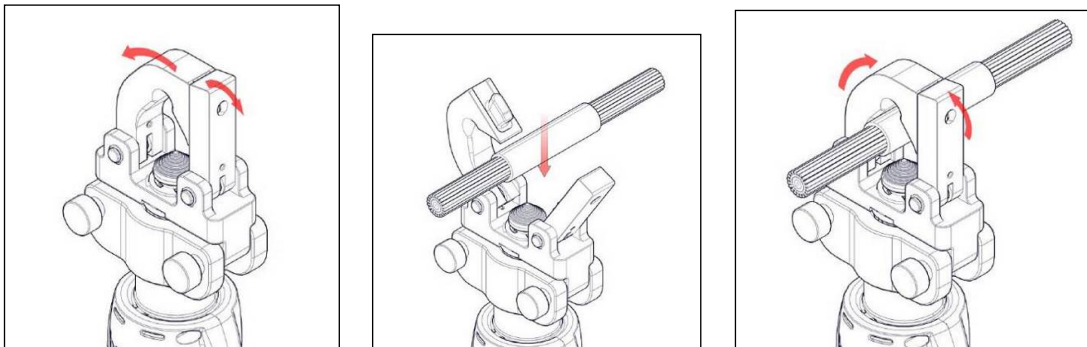

Bild 4: Einfügen des Crimpmaterials
- Das Crimpmaterial in die Öffnung einfügen und den Kopf schließen. Vergewissern Sie sich, dass die beiden Stifte gut am Kopf festsitzen, siehe Bild 4 unten: